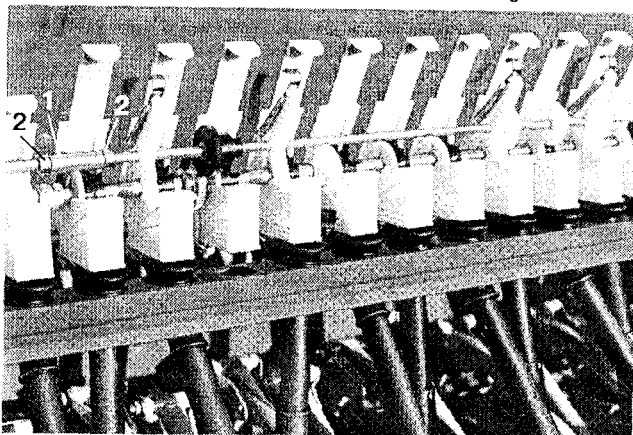

Fig. 95c
- Eine Halterung (Fig. 95c/1), die die Vorgelegewelle axial sichert, greift in eine Aussparung am Sägehäuse. Diese Halterung wird beim Abklappen der Vorgelegewelle aus der Aussparung herausgezogen und ist nach erfolgter Montage wieder zu befestigen. Die Halterung (Fig. 95c/1) wird axial durch Stellringe (Fig. 95c/2) auf der Vorgelegewelle gesichert.
Fig. 95c zeigt die Bohnensäwelle in eingebautem Zustand.